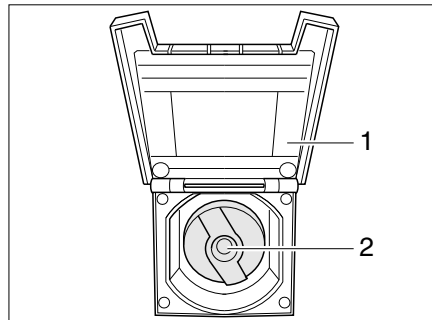

Fig. 354 Couvercle de fermeture pour bec de remplissage d'eau potable
- Ouvrir le clapet de fermeture (Fig. 354,1) vers le bec de remplissage d'eau potable.
- Insérer la clé dans le barillet (Fig. 354,2) et la tourner d'un quart de tour dans le sens inverse des aiguilles d'une montre.
- Ouvrir le bec de remplissage d'eau potable (Fig. 354).